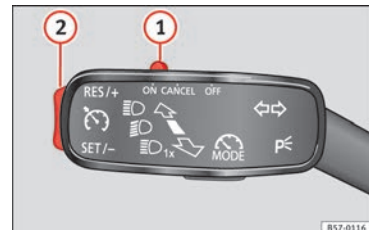

Fig. 49 A sinistra del piantone dello sterzo: interruttori e comandi per l'uso del GRA.
- Collegamento del GRA: spostare l'interruttore » **fig. 49** ① verso **ON**. Il sistema è acceso. Il sistema non effettua la regolazione poiché non è stata programmata alcuna velocità.
- Attivazione del GRA: premere il tasto » **fig. 49** ② nella zona **SET/-**. La velocità attuale viene memorizzata e regolata.
- Disattivazione temporanea del GRA: spostare l'interruttore » **fig. 49** ① verso **CANCEL** o schiacciare il freno. La regolazione si scollega temporaneamente.
- Collegare nuovamente il GRA: premere il tasto » **fig. 49** ② in **RES/+**. La velocità memorizzata verrà salvata e regolata nuovamente.
- Aumentare la velocità programmata durante la regolazione del GRA: premere il tasto ②
- Ridurre la velocità programmata durante la regolazione del GRA: premere il tasto ② in **SET/-** per diminuire la velocità di 1 km/h (1 mph). La velocità si riduce fino a raggiungere la nuova velocità memorizzata.
- Disattivazione del GRA: spostare l'interruttore » **fig. 49** ① a **OFF**. Il sistema si disattiva e la velocità memorizzata si cancella.